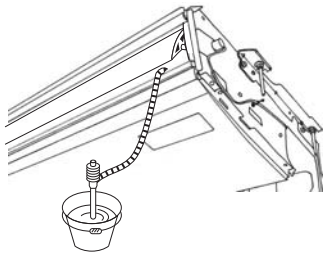

Fig. 5-3
1. Relier la douille ⑤ fournie avec l'appareil à l'orifice d'évacuation de l'appareil avec un adhésif de chlorure de vinyle.
2. Attacher la gaine ⑥ (fournie avec l'appareil) au tuyau d'évacuation ⑦.
3. Relier le tuyau d'évacuation (VP-20) à la douille ⑤ avec un adhésif de chlorure de vinyle.
4. Envelopper la gaine ⑦ (fournie avec l'appareil) autour du tuyau d'évacuation. (Bandage de soudure)
- Ⓒ Gaine de la douille ⑤
- Ⓓ Douille ⑤
- Ⓔ Gaine de la tuyauterie d'évacuation ⑦
5. Vérifier que le système d'évacuation est correct. (Fig. 5-3)